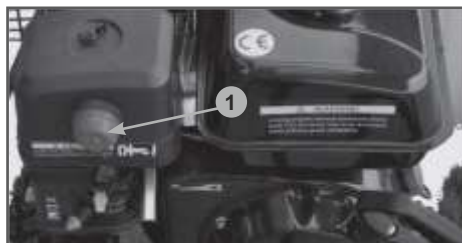

Рис. 12
6. Нажмите 3-5 раза на ручной топливный насос 1 (Рис. 12). В случае если двигатель прогрет, нажмите на насос всего 2-3 раза.